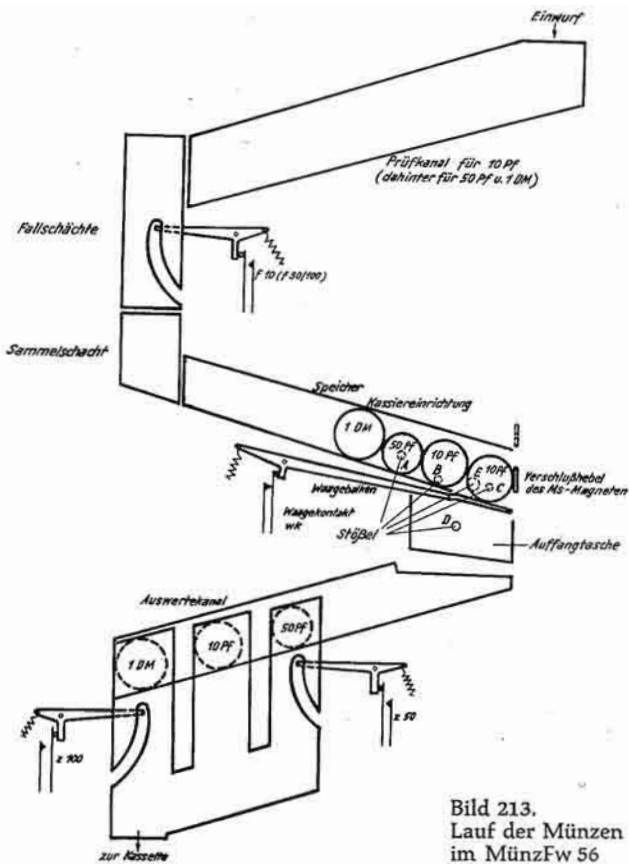

Bild 213.
b) Zwei 10 Pf-Münzen einwerfen (s. Bild 213)